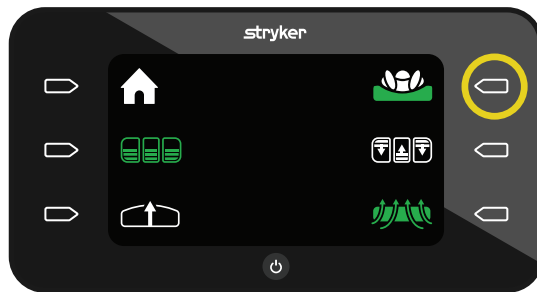

Abbildung 35 – AST-Modus ein
2. Zum Beenden des AST-Modus die **Aktionsschaltfläche** neben dem Symbol **AST-Modus** drücken (Abbildung 35).